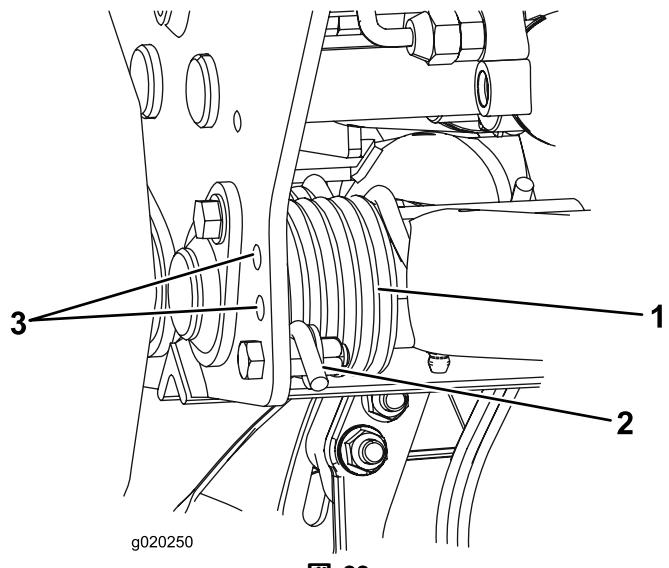

図 33
2. 調整作業の最中に、スプリングのテンションが掛からないようにするため、スプリングの長い方の端にパイプなどを通してスプリングの力を殺しておく（図 33）。
3. スプリングのテンションをなくしたら、スプリングアクチュエータを固定しているボルトとロックナットを外す（図 33）。